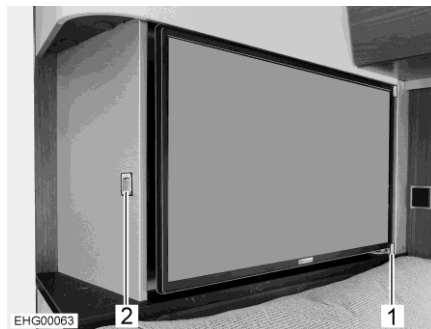

Fig. 59 Pantalla plana
La pantalla plana (Fig. 59,1) está retenida al lado por un riel guía.
- Pulsar el botón de desbloqueo (Fig. 59,2).
- Extraer la pantalla plana del riel guía (Fig. 59,1) a la posición deseada.
- Empujar la pantalla plana hacia atrás hasta que engatille en el riel guía (Fig. 59,1).